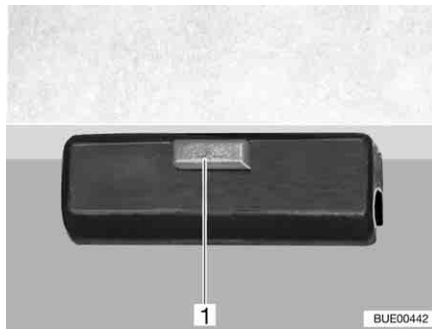

Fig. 106 Bloccaggio
- Aprire il bloccaggio (Fig. 106,1) del piano del tavolo.